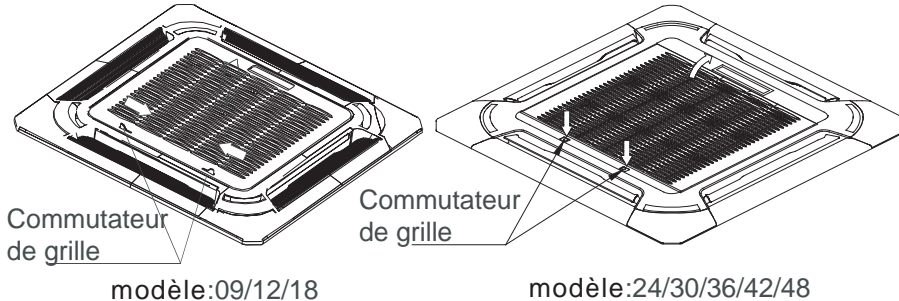

Fig.22
1. Poussez simultanément les deux commutateurs de grille dans la direction et tirez-les ensuite vers le haut. (Fig.22)